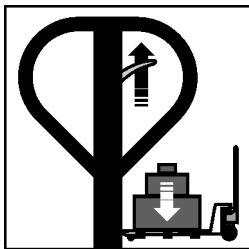

Fig. 8 - Baixando a carga
c) Posicione a alavanca para cima para baixar a carga, conforme fig. 8.